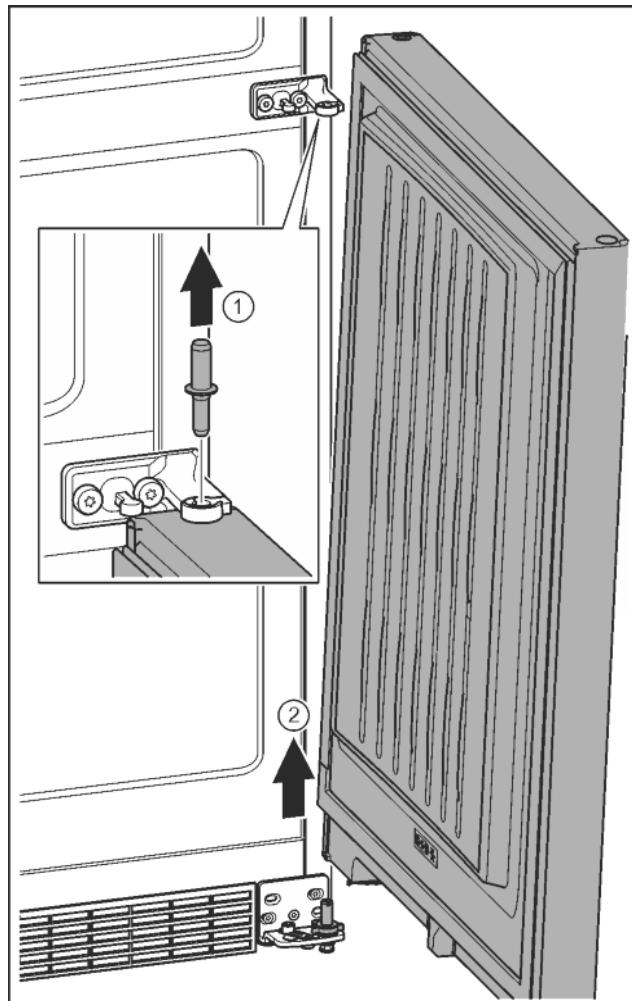

Fig. 11
- Extragăți în sus bolțul. Fig. 11 (1)
- Pivotați ușa în exterior, trageți în sus și așezați-o în lateral. Fig. 11 (2)